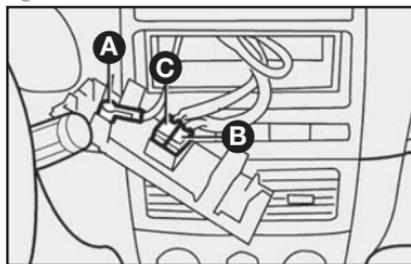

fig. 135
- cabo e plugue de alimentação elétrica para o autorrádio **C-fig. 135**.
- cabo e conector para antena de teto **A-fig. 135**.
- cabos e plugue para conexão dos alto-falantes e tweeters **B-fig. 135**.
- cabo de alimentação do autorrádio **C-fig. 135**.
- cabo para alto-falante dianteiro e traseiro **B-fig. 135**.